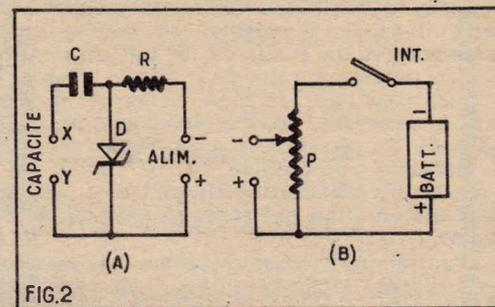
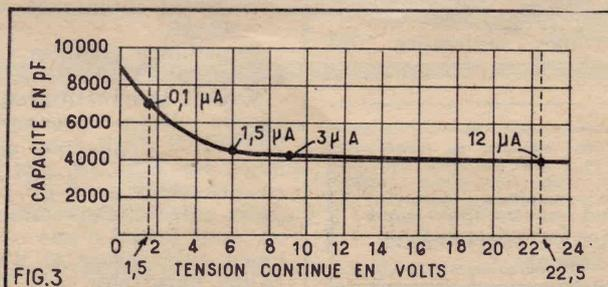

FIG.2
FIG.3
Dans la présente application, il s'agit de faire varier la capacité de jonction de la diode zener en appliquant une tension à ses bornes avec l'anode négative et la cathode positive, comme le montre la figure 2 en (A).
Le courant consommé par le circuit de la figure 2 A est très faible, de l'ordre de quelques microampères. La figure 3 montre la capacité obtenue aux bornes X (fig. 2 A) lorsque la tension de polarisation inverse varie.
Cette courbe (fig. 3) correspond à la diode zener 1N1604. Il convient de remarquer que les diodes zener n'étant pas réalisées en vue de cette application, les capacités peuvent varier selon les échantillons pour un même type.
Le montage pratique de la figure 2 A comprend deux bornes d'alimentation continue, - et +, pouvant varier entre zéro et 10 V environ ou plus. Une tension supérieure à 10 V peut être utile avec